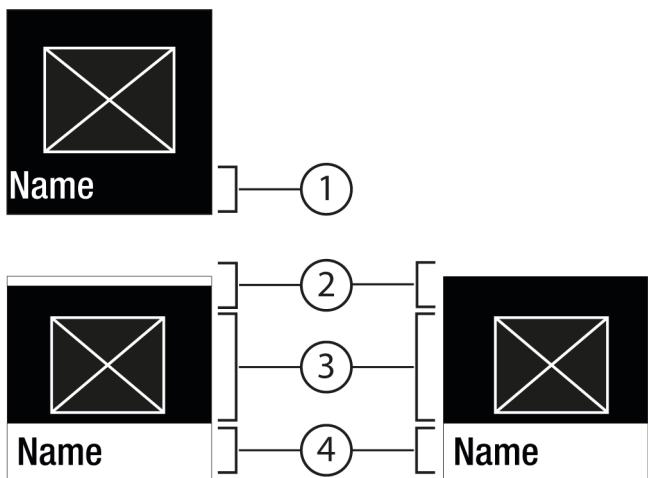

Fig. 7
- Pomocou Potvrdiť Fig. 5 (2) vyvolajte podmenu Fig. 7 (4).
- Stav: aktivovaná Fig. 6 (1) sa krátko objaví v podmenu Fig. 7 (4).